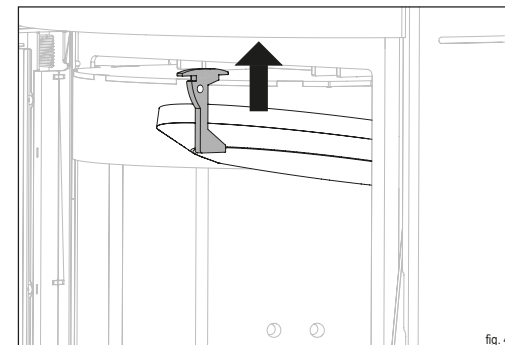

fig. 41
- Spingere in alto il supporto della pietra termica (fig. 41).